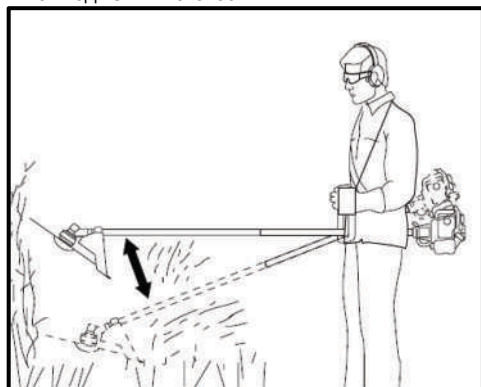

Рис. 47
- При розчищенні території від очерету, заростей бур'яну та чагарнику із діаметром стебла не більше 20 мм використовуйте ріжучий ніж 40Т, 3Т, 4Т. Зрізайте очерет і чагарник невеликими частинами зверху вниз, як зображено на Рис. 47. Використання мотокоши для зрізання чагарнику, який має товщину стебла більше ніж 20 мм, може призвести до травмування користувача та/або пошкодження мотокоши.